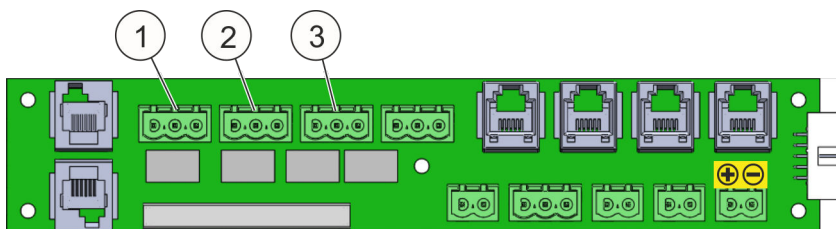

Abb. 19: Potenzialfreie Kontakte
- Für die betreiberseitig zu realisierende Geräteabschaltung die potenzialfreien Kontakte (Abb. 19/1 bis 3) verwenden.